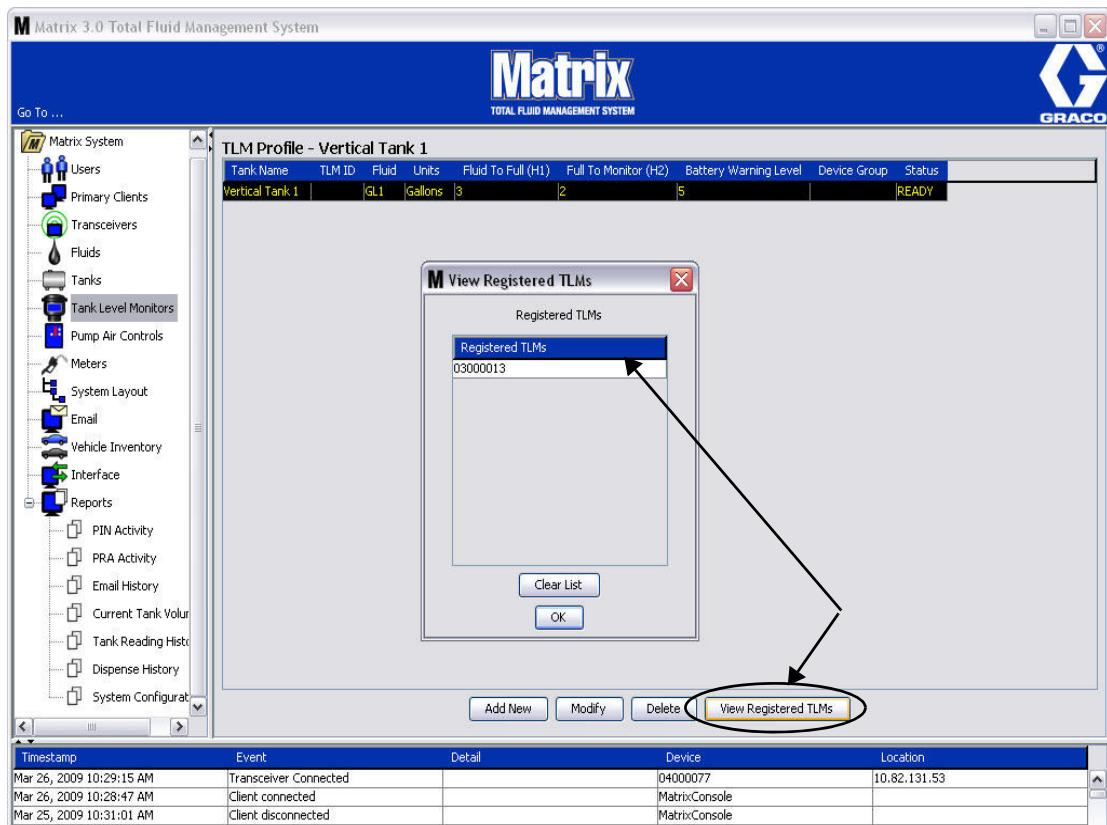

Рис. 110
8. Кнопка «Clear List» [Очистка списка] убирает все зарегистрированный КИП уровня цистерны из системы (Рис. 110). Их нужно будет потом повторно зарегистрировать на ПК системы Matrix. Полные инструкции о регистрации КИП см. в руководстве пользователя контрольно-измерительного прибора уровня цистерны.